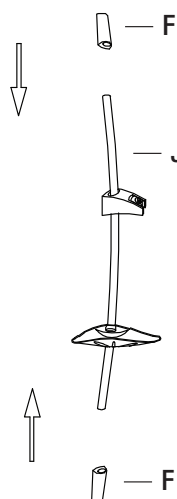

Fig. 9
7. Placer les revêtement décoratifs (F) sur chaque côté de la barre à glissière (J), voir Fig. 9.